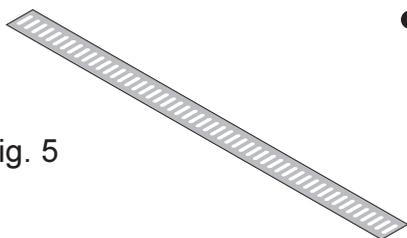

Fig. 5
- Colocar la superficie de cocción en la abertura de la mesa de trabajo de tal manera que los bulones encastran en los bolsillos de muelle en los rieles. La superficie de cocción empotrada posee debajo del borde la encimera una guarnición de goma. Colocar la chapa de cierre Fig. 5 con las ranuras de ventilación.